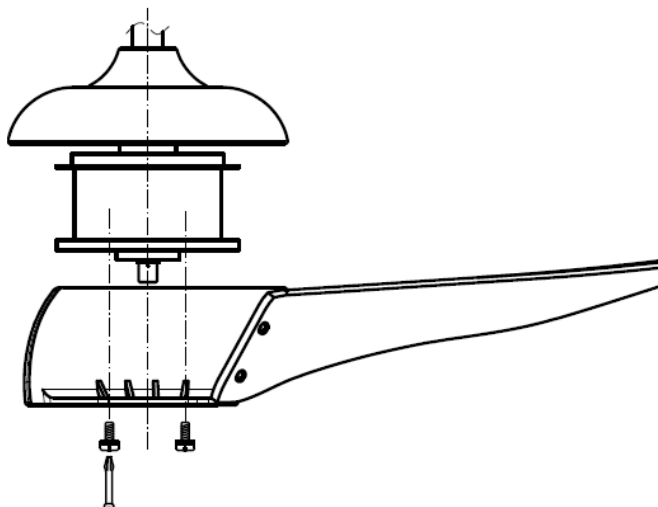

Fig. 8
- Instale los conjuntos de las aspas al motor apretando los 2 tornillos de motor. Fig.8